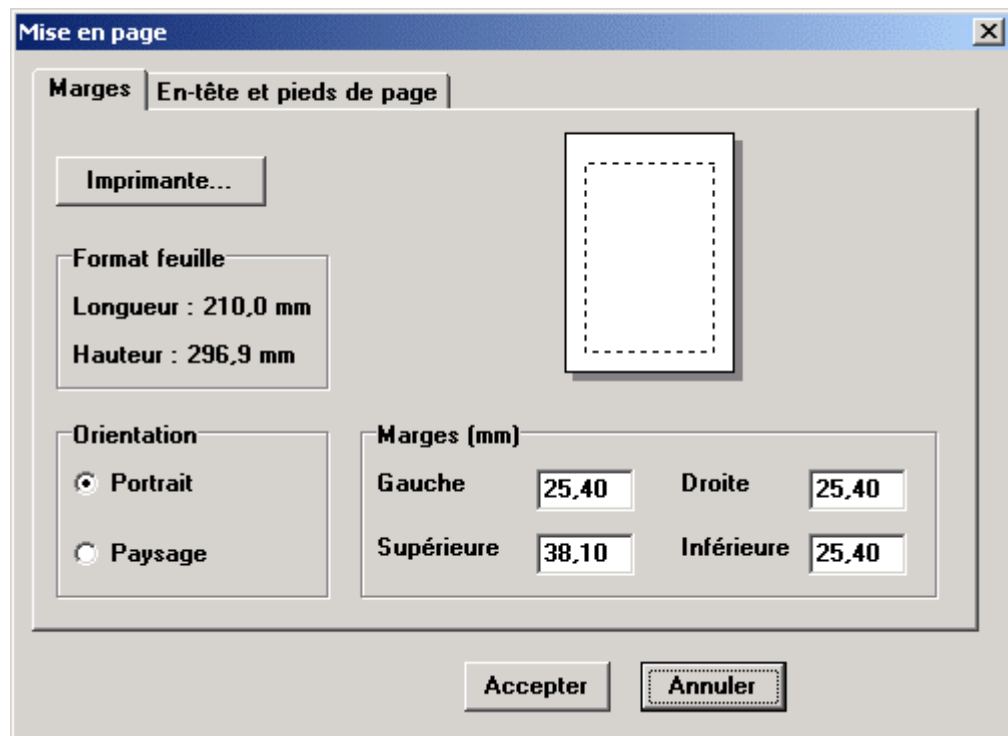

Figure 10.1 Boîte de Dialogue de Mise en Page
2. Cliquez sur le bouton **Imprimante...** dans la boîte de dialogue de Mise en Page (voir la Figure 10.1).
2. Utilisez la rubrique **Marges** de la boîte de dialogue de Mise en Page (Figure 10.1) pour: